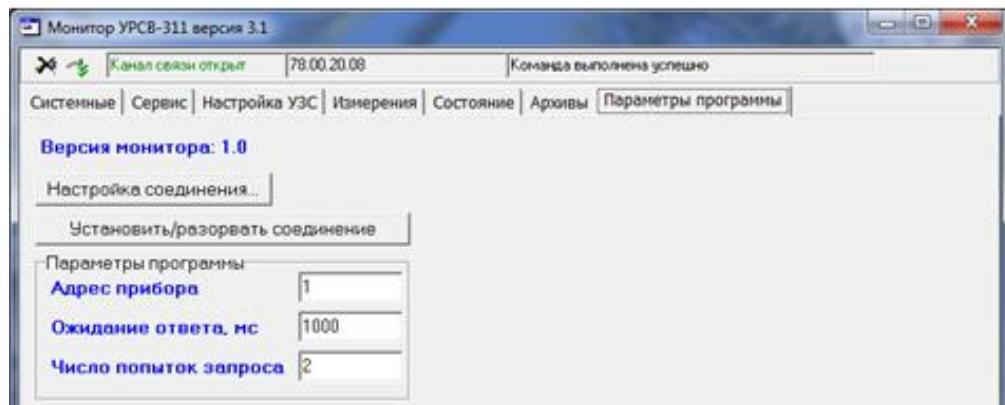

Рис.14. Вид вкладки «Параметры программы» приложения «Монитор УРСВ-311».
- 4.1.7. На вкладке «Параметры программы» (рис.14) выполняется настройка параметров связи расходомера, подключаемого к сети приборов по интерфейсу RS-485.
- закрыть канал связи прибора с ПК, нажав на кнопку в левом верхнем углу окна приложения «Монитор УРСВ-311» (рис.14);